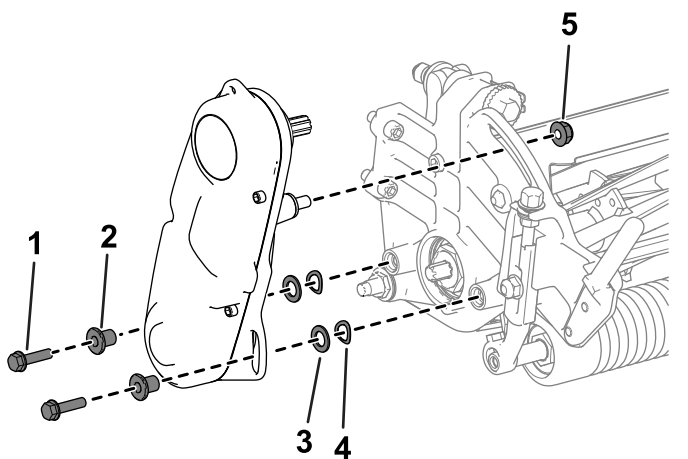

Figura 3
1. Îndepărtați elementele care fixează ansamblul de acionare a cilindrului pe placa laterală (Figura 3).
2. Îndepărtați ansamblul de acionare a cilindrului, aibe plate, aibe elastice i distanțierul de pe placa laterală (Figura 3).